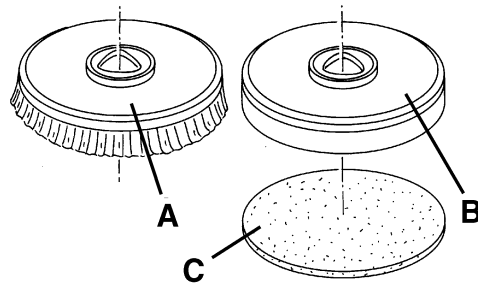

Abbildung 2
1. An dem mit dem geeigneten Bürstenkopf vorgerüsteten Gerät können sowohl Bürsten (A, Abb. 2) als auch Padhalter (B) mit Pad (C) montiert werden, je nach auszuführender Bodenbehandlung.
2. Zündschlüssel (80) einstecken und in Stellung I drehen.
3. Geschwindigkeitsregler (4) gegen den Uhrzeigersinn bis zum Anschlag drehen (Mindestgeschwindigkeit).
4. Bürsten (A) oder Padhalter (B) unter dem Bürstenkopf (18) positionieren.
5. Schalter (71) betätigen und Bürstenkopf auf die Bürsten/Padhalter absenken.
6. Zum Ankuppeln der Bürsten/Padhalter Bedienpult (3) nach vorne drücken und wieder loslassen. Falls erforderlich wiederholen, bis die Bürsten/Padhalter angekuppelt sind.